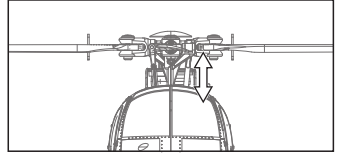

図1. 機体を正面から見た図
1. エルロンスティック(モード1:右スティック、モード2:右スティック)を左右に動かすとエルロンサーボ側のリンケージロッドが上下します(図1)。動作に引っ掛かりや異音がないか確認します。(※モード1の場合は上下に動かすとスロットルが上がりが危険です。)